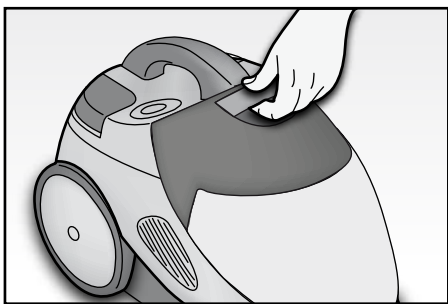

Fig. 2
- Открыть крышку ёмкости (A), потянув за специальный отсек, и снять ёмкость движением вверх (Рис.2).